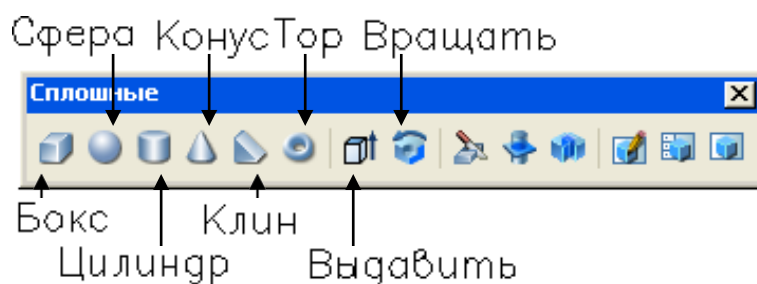

Рис.53.
**Команды меню Solids, используемые для создания простых фигур** (Рис.53):